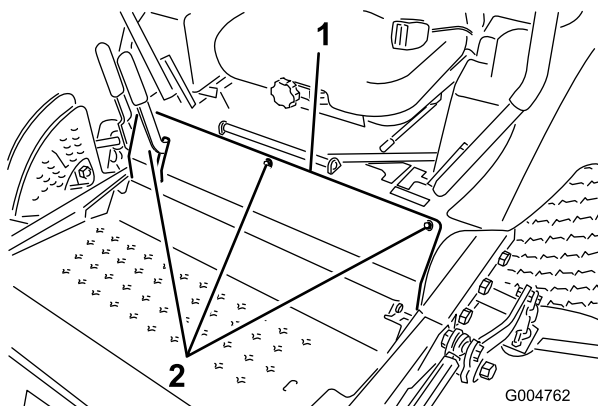

Figura 66
3. Afloje los pernos del panel delantero y retire el panel (Figura 66).